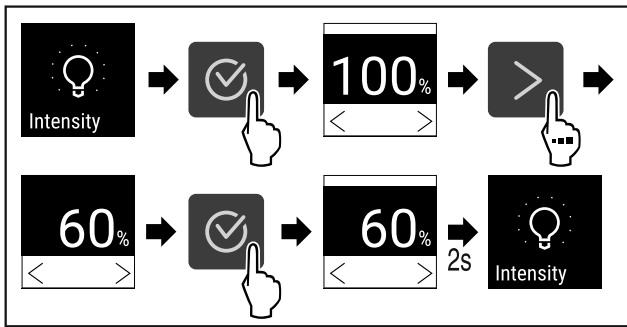

Fig. 71
- ▶ Genomför handlingsstegen (se Fig. 71).